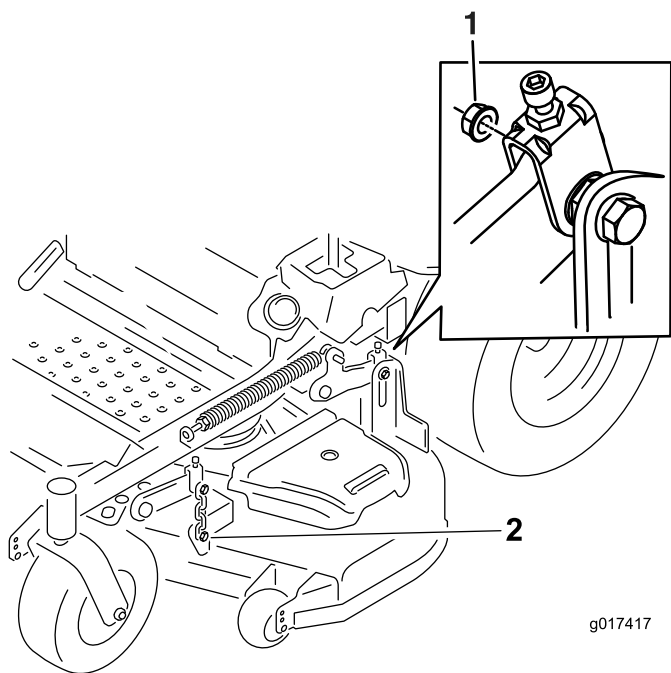

Figura 80
7. Retire y guarde los herrajes de ambos lados de la carcasa, según se muestra en Figura 80.